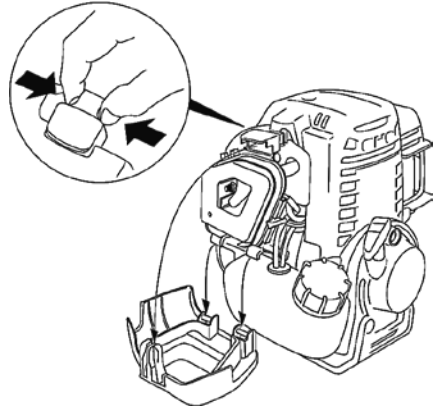

Рисунок 11
- Натисніть з двох боків верхній фіксатор кришки повітряного фільтра (рисунок 11), щоб зняти її та відкрити доступ до фільтрувального елемента.